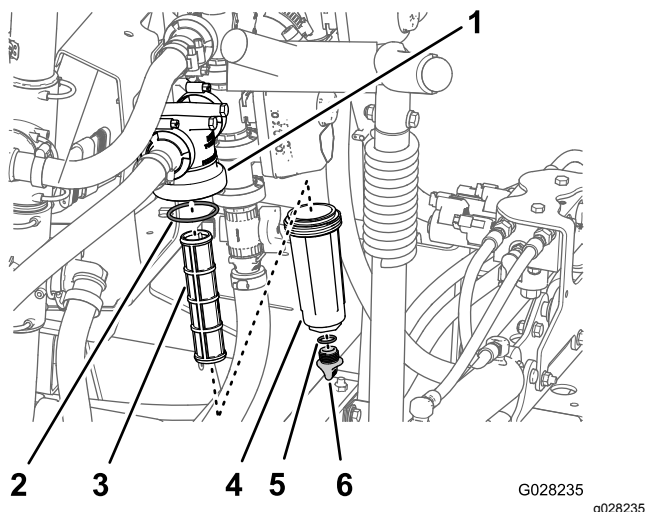

Рисунок 48
2. Поместите сливной поддон под фильтр линии нагнетания (Рисунок 48).
3. Поверните крышку сливного отверстия против часовой стрелки и снимите ее со стакана фильтра линии нагнетания (Рисунок 48).
4. Поверните стакан против часовой стрелки и отделите его от головки фильтра (Рисунок 48).
5. Снимите элемент фильтра линии нагнетания (Рисунок 48).
7. Проверьте прокладку пробки сливного отверстия (расположенную внутри стакана) и прокладку стакана (расположенную внутри головки фильтра) на наличие повреждений и износа (Рисунок 48).
8. Вставьте элемент фильтра линии нагнетания в головку фильтра (Рисунок 48).
9. Установите стакан на головку фильтра, затянув от руки (Рисунок 48).
10. Установите крышку сливного отверстия на штуцер в нижней части стакана и затяните крышку от руки (Рисунок 48).